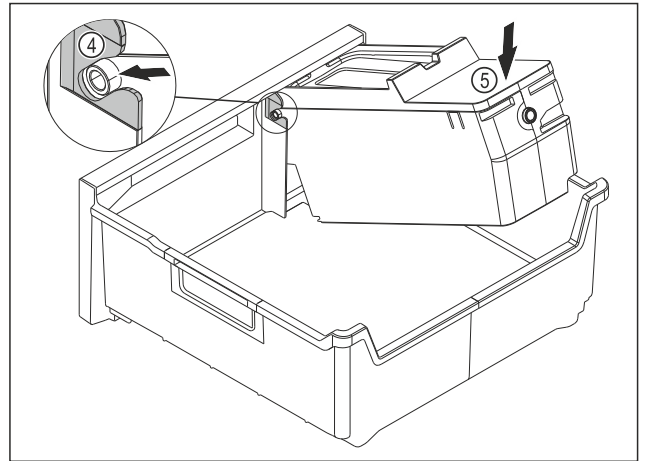

Fig. 196
- ▶ EasyTwist-Ice-Korpus montieren: Achsen des EasyTwist-Ice-Korpus in die Führungen Fig. 196 (4) einschieben.
- ▶ EasyTwist-Ice-Korpus Fig. 196 (5) hinten nach unten drücken.